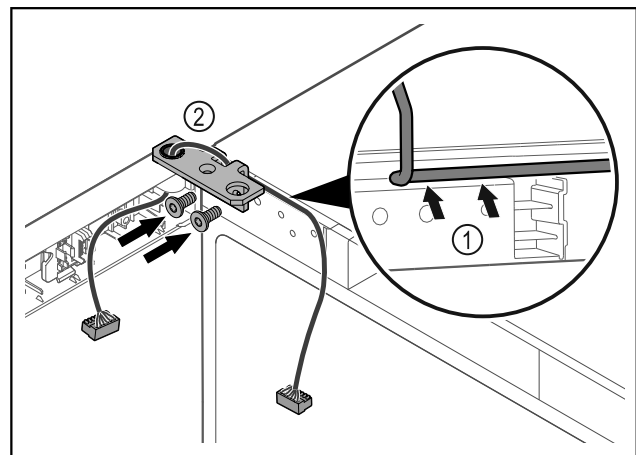

Fig. 46
- ▶ Introdurre il cavo nel foro della cerniera angolare e posarlo con cautela Fig. 46 (1).
- ▶ Avvitare la cerniera angolare Fig. 46 (2).